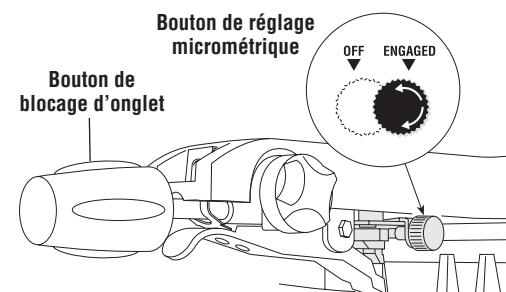

Figure 28. Système de réglage micrométrique
3. Appuyez sur le bouton de réglage micrométrique pour l'amener à la position 'ENCLENCHÉ'. Ceci met le système en prise dans l'encoche du cran (Figure 28).